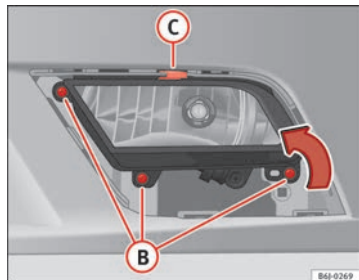

Fig. 158 Projecteur antibrouillard
- Retirez les vis (3x) ⇒ fig. 158 **(B)** pour retirer le projecteur antibrouillard.
- Retirez l'agrafe métallique située sur la partie supérieure du projecteur antibrouillard vers l'extérieur du véhicule ⇒ fig. 158 **(C)**.